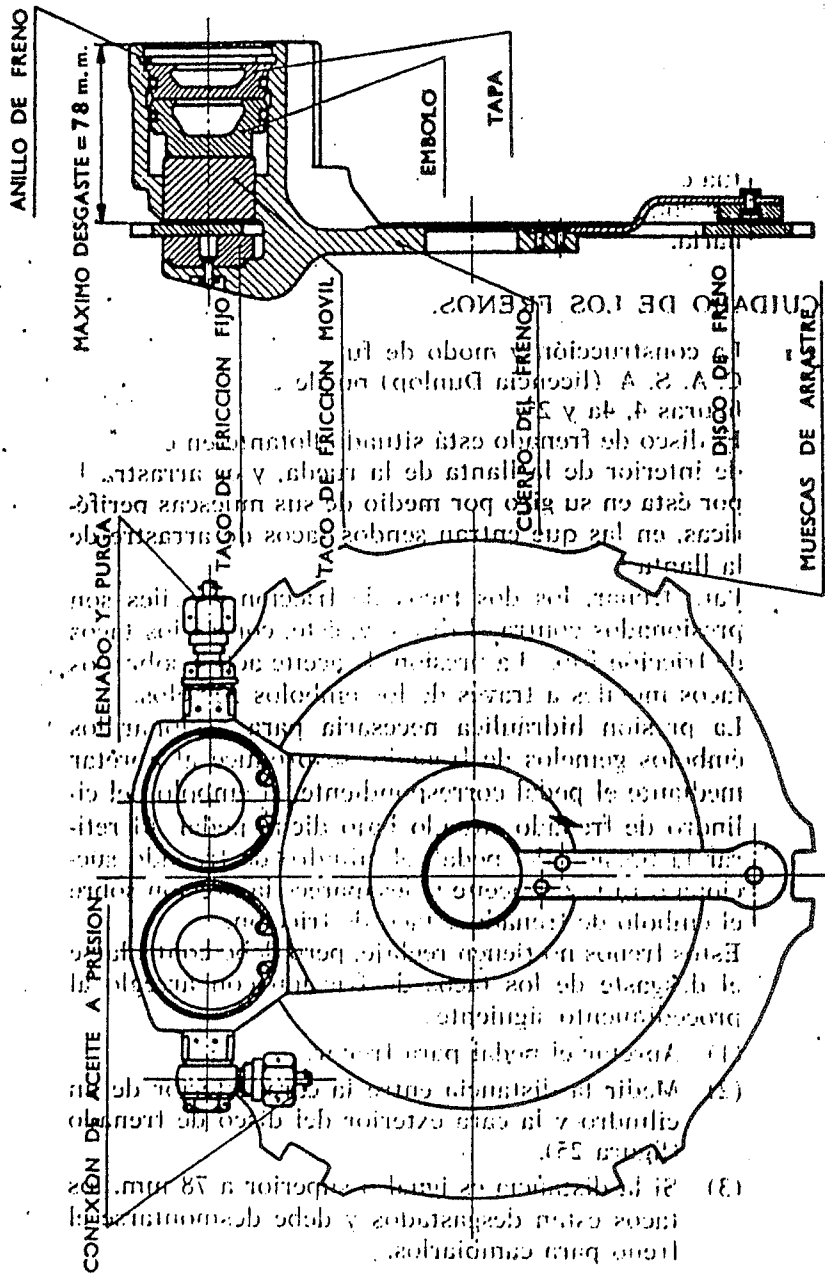

Figura 25
- (1) Apretar el pedal para frenar.
- (2) Medir la distancia entre la cara exterior de un cilindro y la cara exterior del disco de frenado (figura 25).
- (3) Si la distancia es igual o superior a 78 mm. los tacos están desgastados y debe desmontarse el freno para cambiarlos.